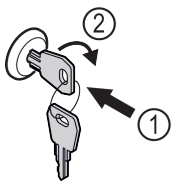

Fig. 105
- ▶ Вдавити ключ Fig. 105 (1).
- ▶ Повернути ключ на 90° за годинниковою стрілкою Fig. 105 (2).